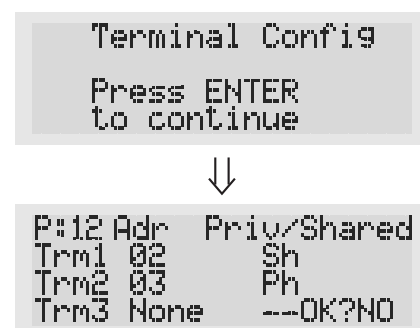

Fig. 5
- premendo ancora una volta il tasto → verranno visualizzate in sequenza le maschere di Fig. 5;
- pressing → again displays the screens shown in Fig. 5, in sequence;